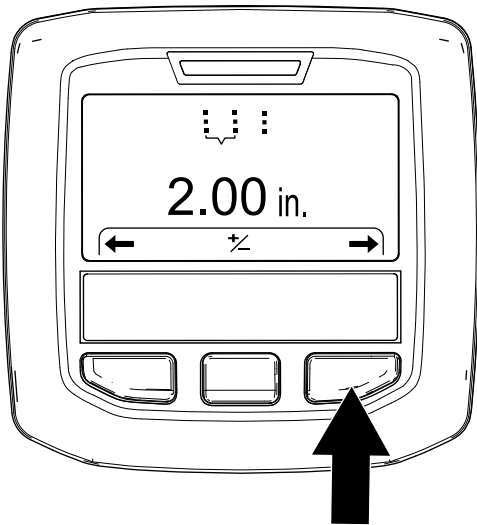

图 48
4. 按右侧 InfoCenter 信息中心按钮可显示“设置打孔间距”屏幕图 48。